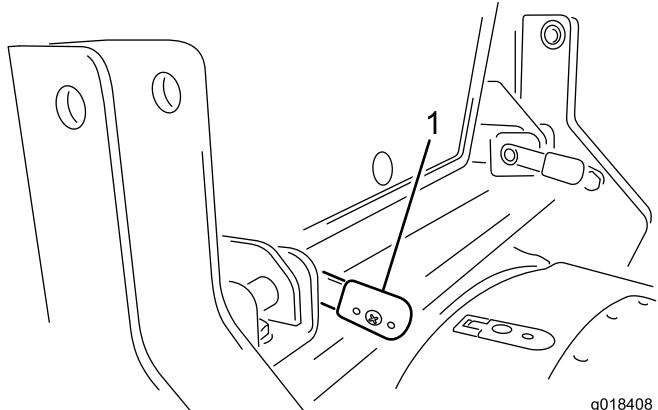

Figure 17
4. Lorsque les leviers sont complètement engagés, tournez-les en arrière pour les verrouiller en position (Figure 17).